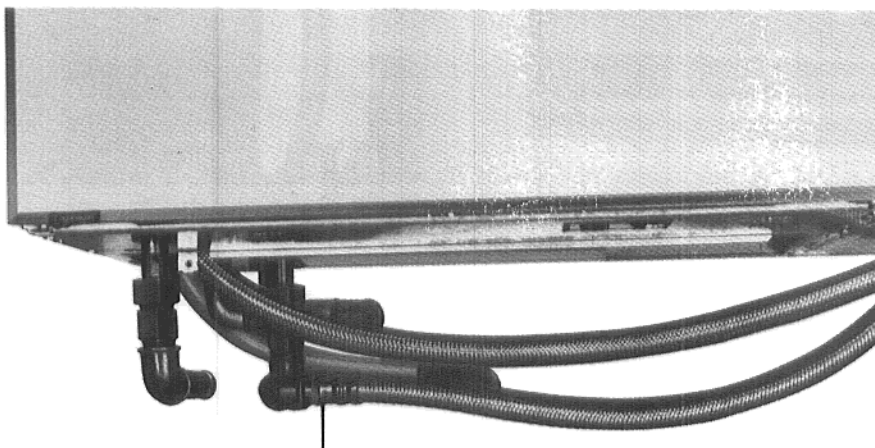

Abb. 35
16. Speicher-Rücklaufschlauch mit dem Doppelnippel in den Winkel am Heizungsrücklauf eindichten (Abb. 35).